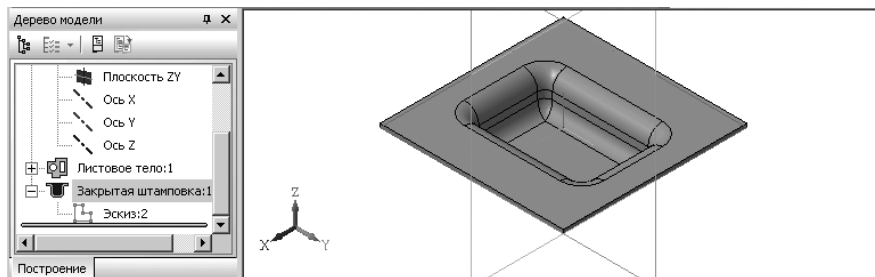

Рис. 7.75. Результат построения закрытой штамповки
- нажмите по кнопке  **Создать объект** или нажмите комбинацию клавиш **Ctrl+Enter** для создания объекта. Появится искомая закрытая штамповка, а в окне **Дерево модели** – ее пиктограмма и соответствующий пункт **Закрытая штамповка:1**. Это состояние системы показано на рис. 7.75;